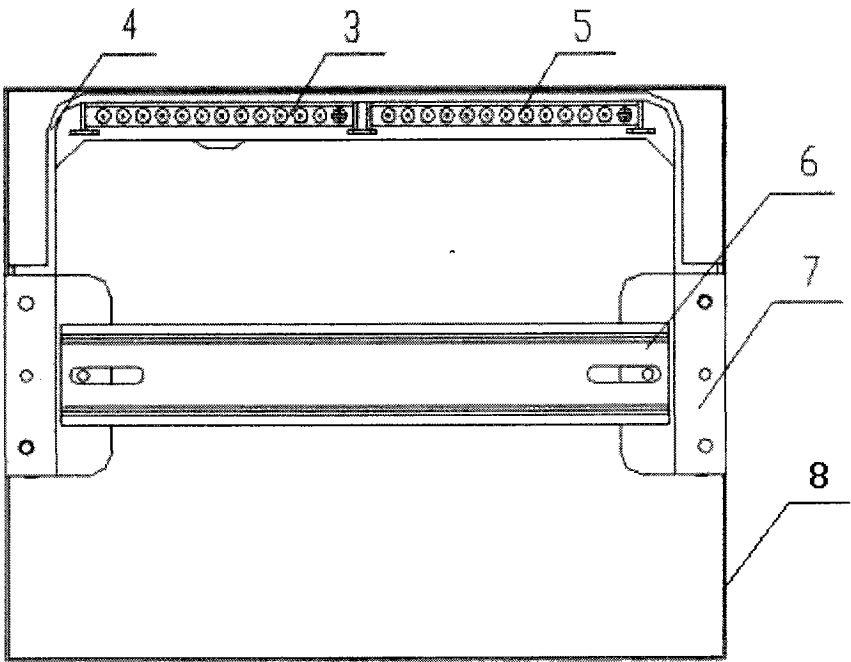

图 2
权利要求书 1 页 说明书 2 页 附图 2 页
[0009] 本实用新型图 2 是电器接线盒装配图拆去盖子组件以后的俯视图。
[0013] 图 2 所示是电器接线盒装配图拆去盖子组件以后的俯视图。将装配好的零地排接线组件放到底盒 (8) 内,并用螺栓固定连接,然后再将盖子组件与底盒 (8) 用螺栓固定。